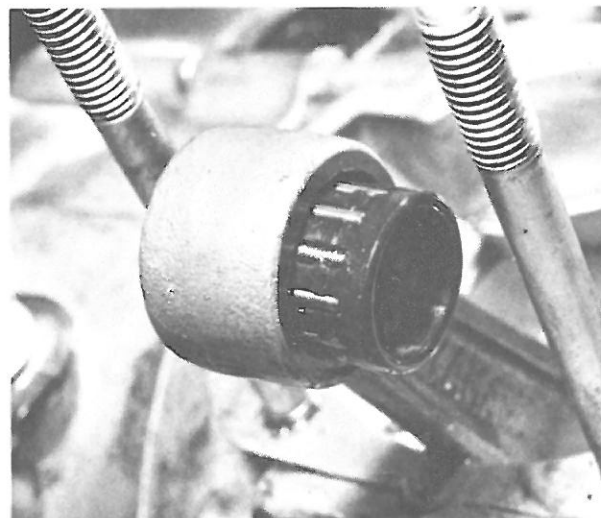

Bild 114
- Nadelkäfig einölen und in das Pleuelauge einsetzen (Bild 114). Kolben und Kolbenbolzen montieren, wobei der kleine eingeschlagene Pfeil auf dem